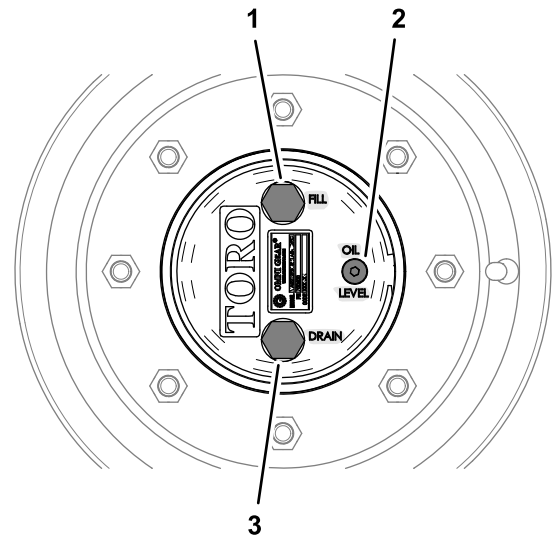

Figura 93
las 12) y el tapón de vaciado esté en la posición más baja (posición de las 6) (Figura 93).
1. Con la máquina en una superficie nivelada, coloque una rueda de manera que el tapón de llenado esté en la posición más alta (posición de las 12) y el tapón de vaciado esté en la posición más baja (posición de las 6); consulte Figura 93 en Comprobación del lubricante de la transmisión planetaria (página 72).